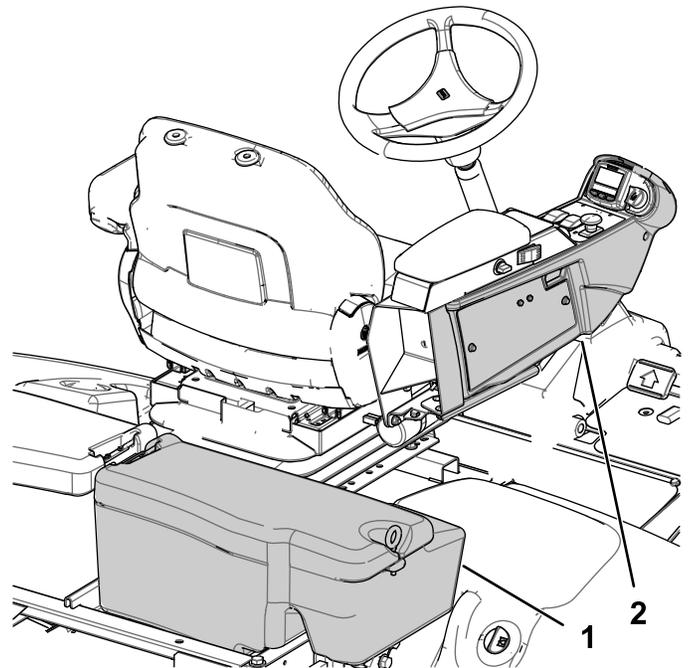

Figura 1
8. Retire la cubierta derecha de la consola, según se muestra en Figura 1.